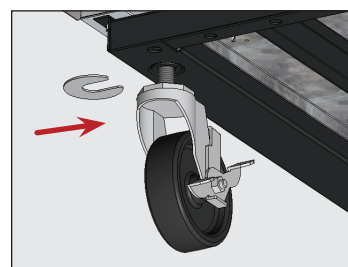

Fig. 9: Insira um ou mais calços no rodízio. Certifique-se de apertar a haste do rodízio.
5. Na parte de baixo do equipamento, desaperte o parafuso do rodízio o suficiente para deslizar os calços instalados entre o rolamento do rodízio e o trilho inferior do equipamento. Veja a Fig. 9.
6. Instale a quantidade desejada de calços. Veja a Fig. 9.